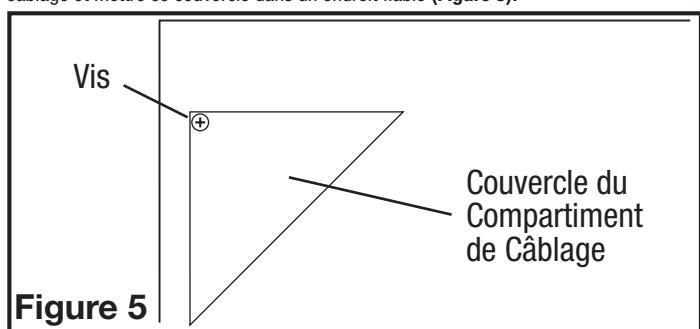

Figure 5
- Compartiment de Câblage Extérieur : Enlever la vis du couvercle du compartiment à câblage et mettre ce couvercle dans un endroit fiable (**Figure 5**).